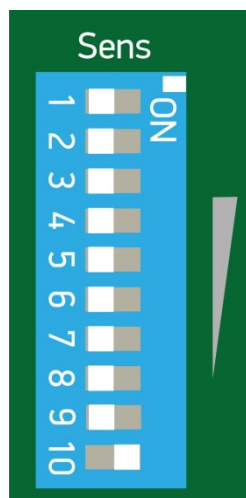

Рисунок 8.5
8.2.3.4 Максимальную чувствительность внутри диапазона устанавливают включением флажка 1 в положение «ON» (самый верхний) (рисунок 8.5). Минимальную чувствительность устанавливают включением флажка 10 в положение «ON» (самый нижний) (рисунок 8.5).